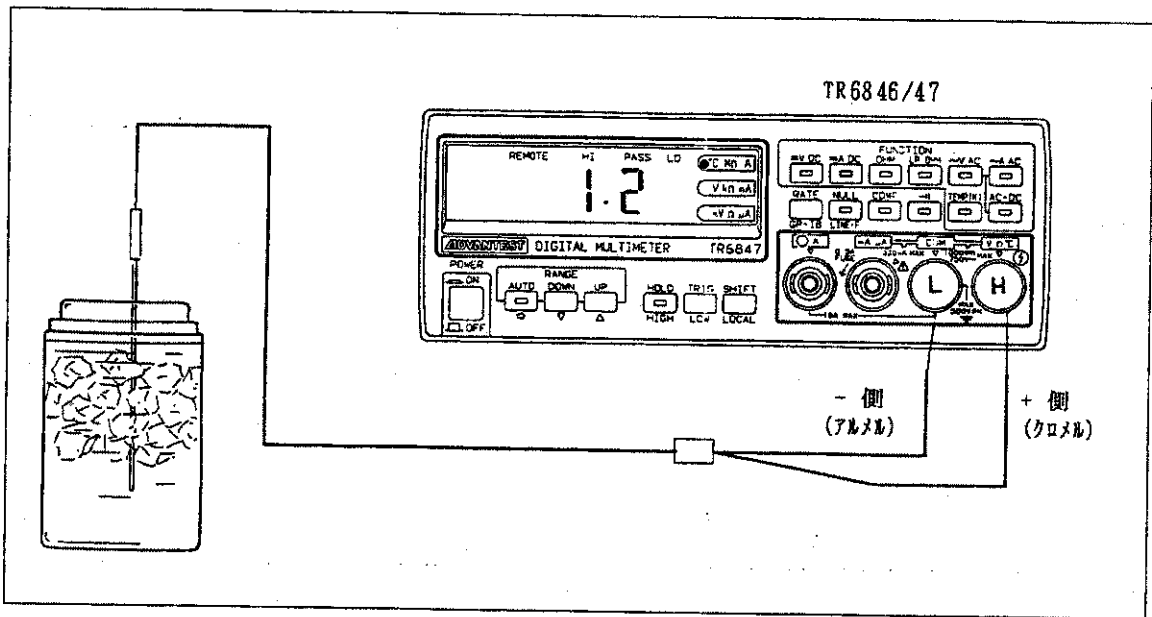

図8-2 温度測定のゼロ点校正
- 2  を押し、0℃氷点器の温度を実測します (図8-2)。